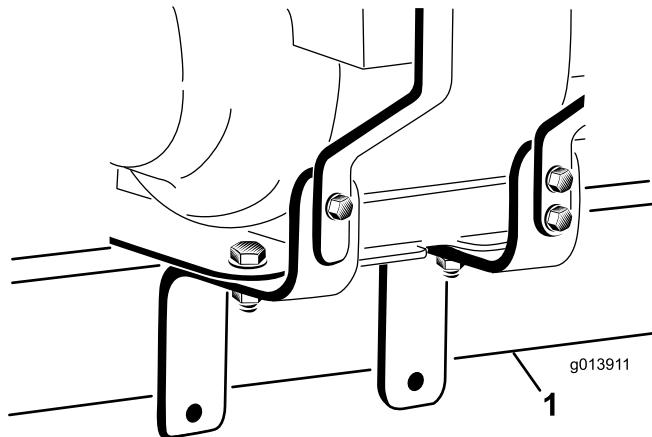
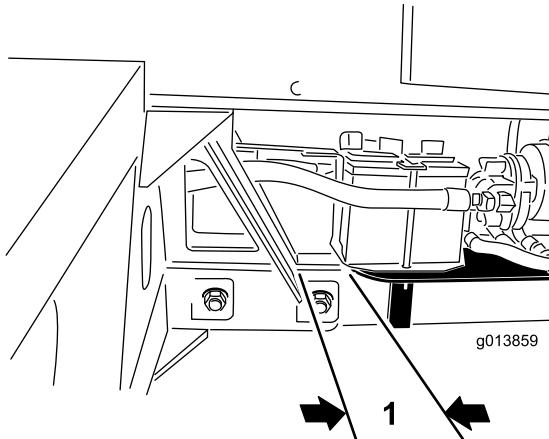

Bild 5
Bild 6
2. Batteriebefestigungsschraube (2)
19. Da der Motor schwer ist, kann die Platzierung dieses Teils schwer sein. Setzen Sie den Motor (mit einer anderen Person) auf das Anbauvorrichtungsrohr des ProPass. Stellen Sie sicher, dass die Motorbefestigungshalterungen beiderseits vom Anbauvorrichtungsrohr (Bild 5) liegen, und dass die Rückseite der Motorbefestigungsplatte ca. 25 mm vom Anschluss des ProPass-Anbauvorrichtungsrohrs ist (Bild 6).